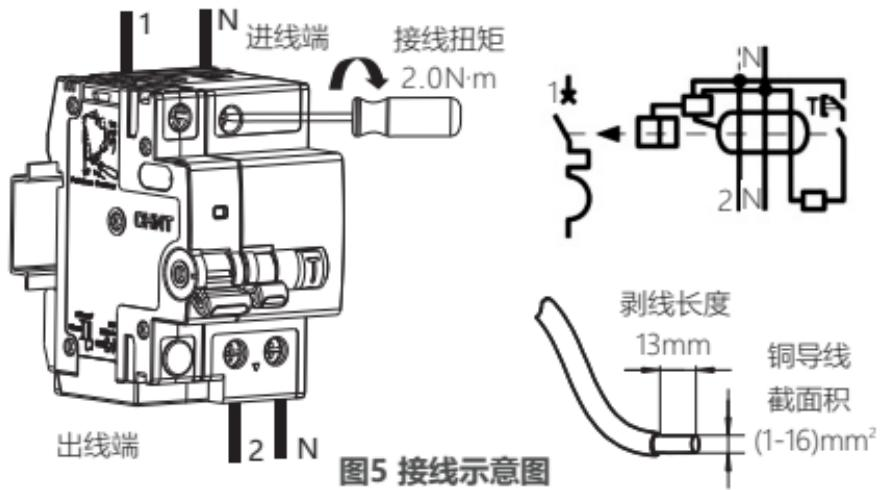

图5 接线示意图
6.4 适用于铜导线连接，导线选择见表1，接线方式及剥线长度示意 如图5